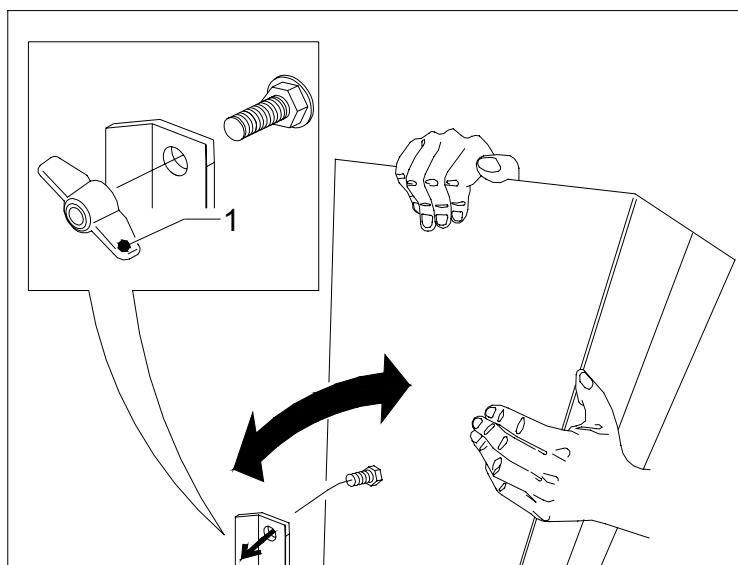

Fig. 11
- plegar la tolva desmenuzadora (fig. 11) inmóvilizándola a través de la tuerca de mariposa 1